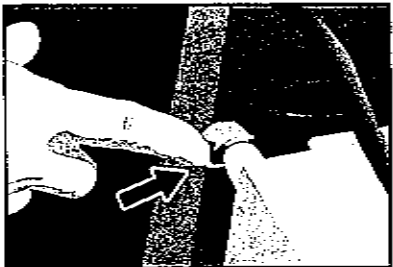

Fig.38
Cet appareil a l'option d'avoir un réservoir d'eau externe avec "raccord rapide" installé à l'usine, trouvé à l'arrière de l'appareil (Voir Fig. 38) Le réservoir d'eau externe est une caractéristique optionelle seulement sur le modèle DPAC7299.
6. To release (disconnect) the external water tank, simply push the (silver) "release" button located on the cabinet quick connect, grasp the recessed handles on each side of the tank, lift and pull the tank towards you. See fig.38, 39